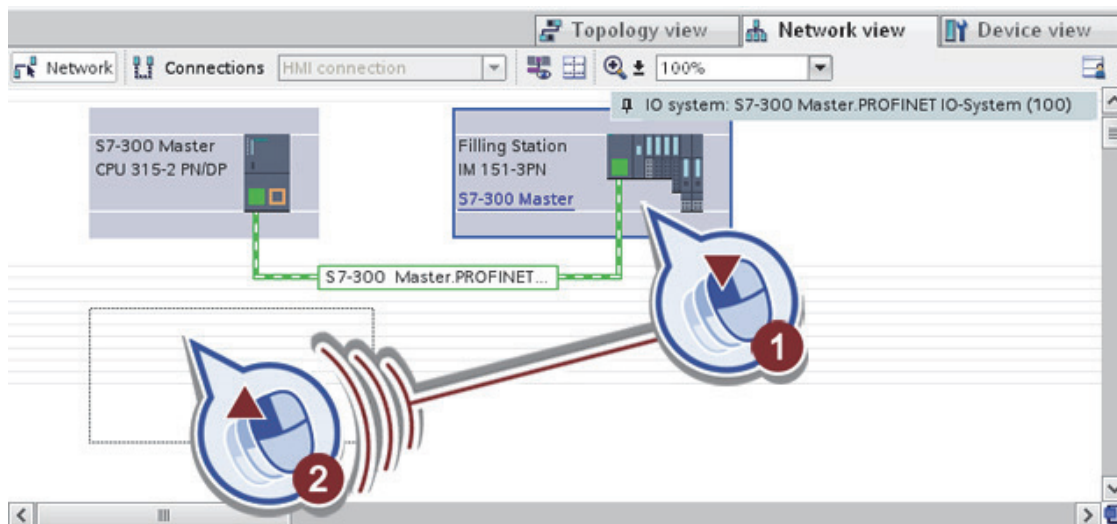

Рис. 1.21. Копирование вспомогательного устройства
– перейдите во вкладку «Network view». Выберите «DP Slave» и скопируйте, удерживая клавишу <CTRL> перемещая его (рис. 1.21);